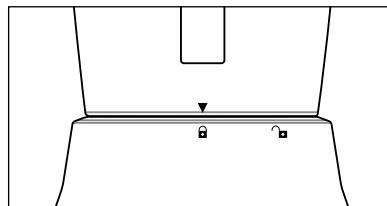

Fig. 3
- 5) Veillez à ce que le bec verseur du bol mixeur ③ soit fermé.
- 6) Déposez le bouchon doseur ① dans le couvercle ② de sorte que les crans du bouchon doseur ① passent dans les événements du couvercle ②. Tournez ensuite le bouchon doseur dans le sens horaire jusqu'à ce qu'il soit bien fixé dans le couvercle.
- 7) Placez le bol mixeur ③ rempli et obturé sur le bloc moteur ⑥. Utilisez pour cela les événements du bloc moteur ⑥ et veillez ce faisant à ce que la poignée du bol mixeur ③ soit orientée vers le symbole ⑤ (voir fig. 3). Tournez le bol mixeur ③ dans le sens horaire en direction de la position ④, jusqu'à ce qu'il s'enclenche de manière audible. Le moteur ne peut démarrer que si le bol mixeur ③ repose à ras sur le bloc moteur.